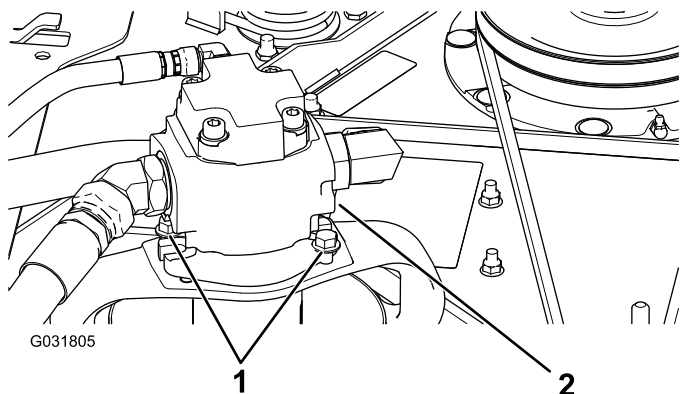

Figura 128
5. Rimuovete i bulloni che fissano il motore idraulico al piatto di taglio (Figura 128).
3. Rimuovete i bulloni che fissano il motore idraulico al piatto di taglio (Figura 128).